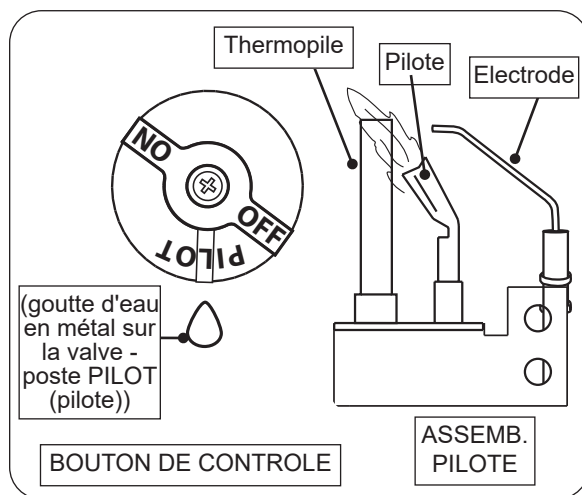

Fig. 69-1 Éclairage pilote
- Localisez l'assemblage de la veilleuse sur le côté ou à l'arrière du bac du brûleur (voir Fig. 69-1).
- Tournez le bouton de commande dans le sens antihoraire ↻ sur **PILOT (pilote)**. Appuyez **fermement et complètement** sur le bouton de commande et maintenez-le enfoncé. Appuyez plusieurs fois sur le bouton de l'allumeur piézo jusqu'à ce que la veilleuse s'allume. Continuez à maintenir le bouton enfoncé pendant environ une (1) minute après l'allumage de la veilleuse. Relâchez le bouton et il ressortira. La veilleuse restera allumée. Voir la Fig. 69-1. S'il s'éteint, répétez les étapes 2 à 4.